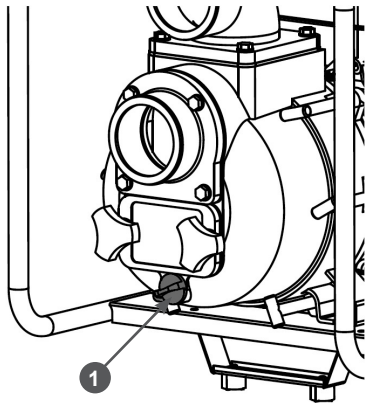

Рис. 23 Расположение пробки отверстия для слива воды из корпуса насоса
7. Открутите сливную пробку 1 и слейте воду из корпуса насоса. Пробка отверстия для слива воды из корпуса насоса находится в нижней части насоса под впускным (всасывающим) фланцем (Рис. 23).